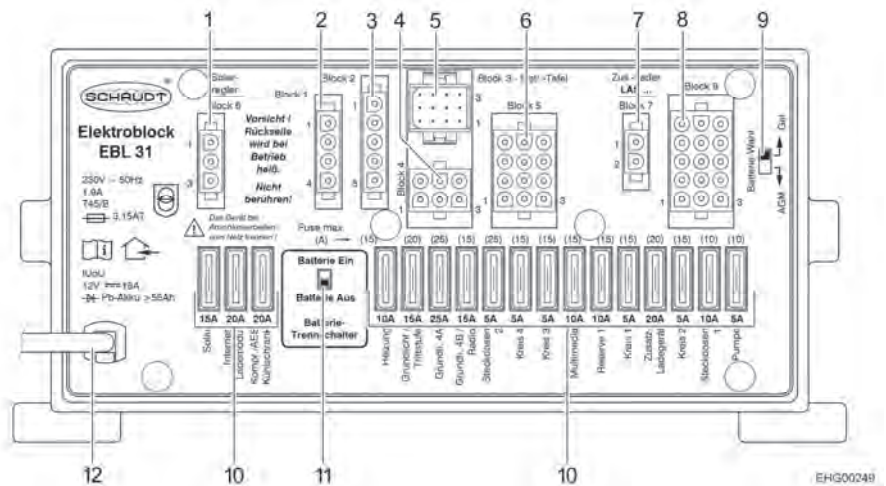

Bild 99 Elektroblock (EBL 31)
- ▷ Um **alle** elektrischen 12-V-Verbraucher von der Spannungsversorgung zu trennen und eine Entladung der Wohnraumbatterie zu vermeiden, Batterie-Trennschalter (Bild 99,11) am Elektroblok auf "Batterie Aus" stellen.
- ▷ Verbraucher wie der Elektroblock selbst, das Panel, die Heizung, der Solar-Laderegler (wenn vorhanden) und andere Geräte verbrauchen einen geringen Standby-Strom und entladen so mit der Zeit die Wohnraumbatterie. Deshalb den Batterie-Trennschalter (Bild 99,11) am Elektroblock auf "Batterie Aus" stellen, wenn das Fahrzeug längere Zeit nicht benutzt wird.